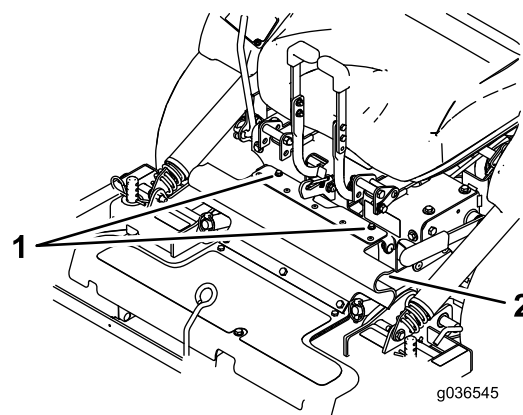

Figura 12
3. Desaperte os parafusos na proteção de borracha (Figura 12).